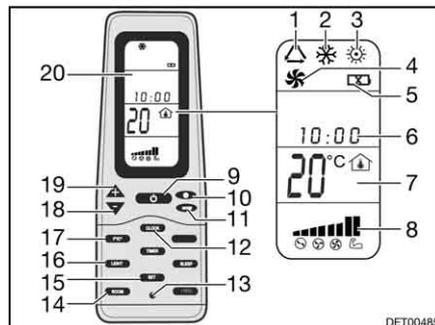

Fig. 205 Telecomando
- Premere il tasto ON/OFF (Fig. 205,9).
- Premere il tasto "Mode" (Fig. 205,11) spesso, finché la modalità desiderata (Fig. 205,1, 2, 3 o 4) viene visualizzata sul display (Fig. 205,20).
- Impostare la temperatura desiderata con i tasti "+" (Fig. 205,19) e "-" (Fig. 205,18).
- Con il tasto velocità dell'aria (Fig. 205,10) selezionare il livello desiderato per la ventola.
Spegnimento: ■ Premere il tasto ON/OFF (Fig. 205,9).